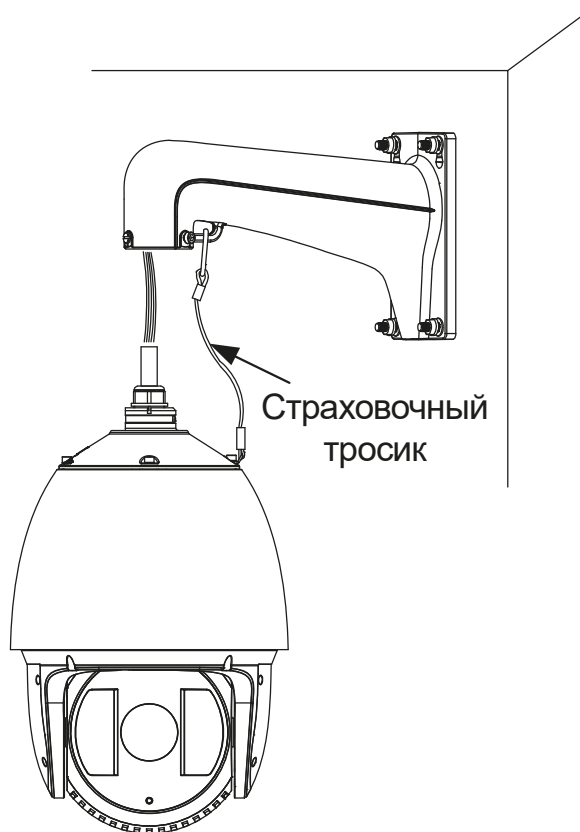

Рис. 2.6. Крепление страховочного тросика
6. Закрепите страховочный тросик одним концом на видеокамере, а другим концом на кронштейне, как это показано на Рис. 2.6.